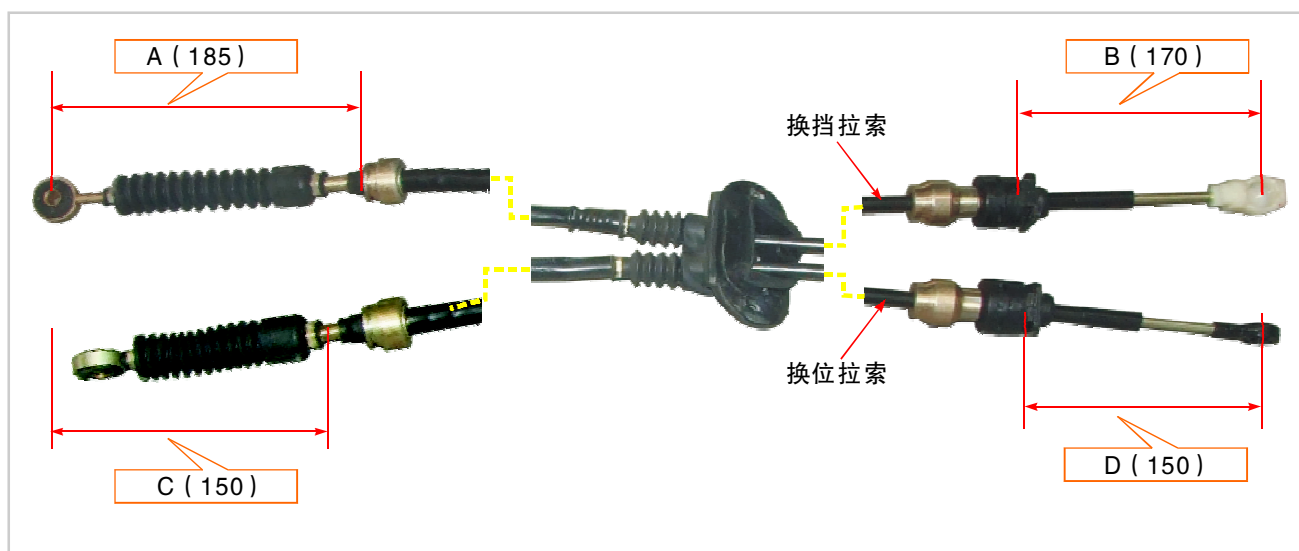

图4-74 1.5换挡拉索检查尺寸
(1) 对换挡操纵装置进行调整时，应注意换挡杆的正确调整有三个必要条件：
- ① 换挡操纵装置的操作和传递元件完好无损；
- ② 换挡操纵装置活动自如；
- ③ 变速器、离合器和离合器操纵装置必须完全正常。
(2) 检查手动换挡推拉索和选挡拉索尺寸（见图4-74所示）。